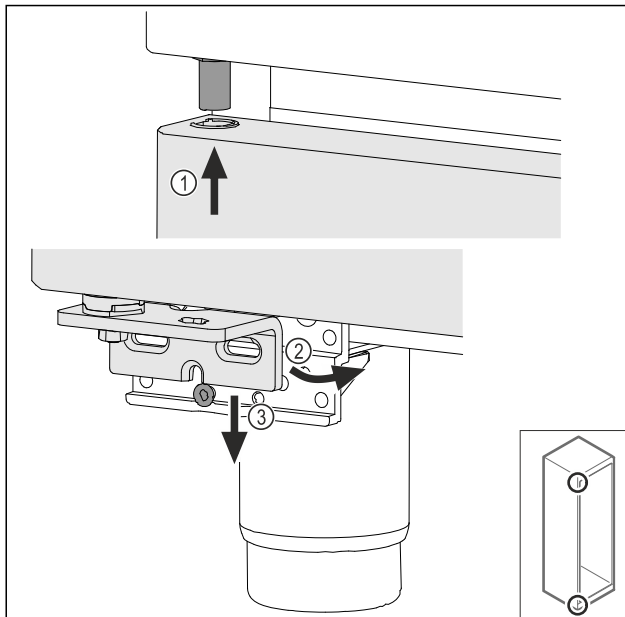

Fig. 74
- ▶ Før døren oppe inn lett vippet Fig. 74 (1), rett ut døren Fig. 74 (2) og sett den på lagerbukkskruen Fig. 74 (3) nede.